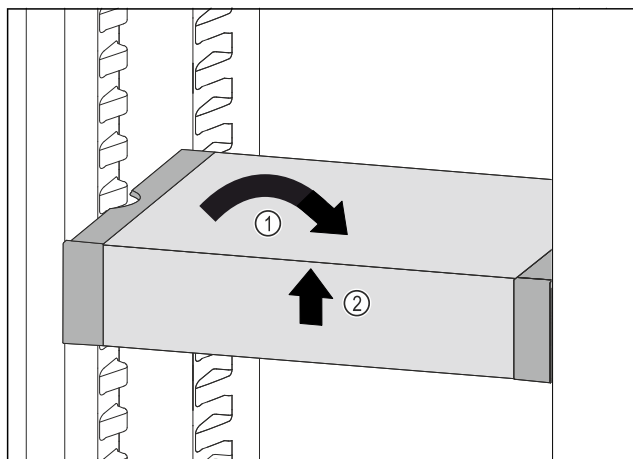

Fig. 79
- Ställ VarioSafe rakt. Fig. 79 (1)
- Lyft VarioSafe framåt. Fig. 79 (2)